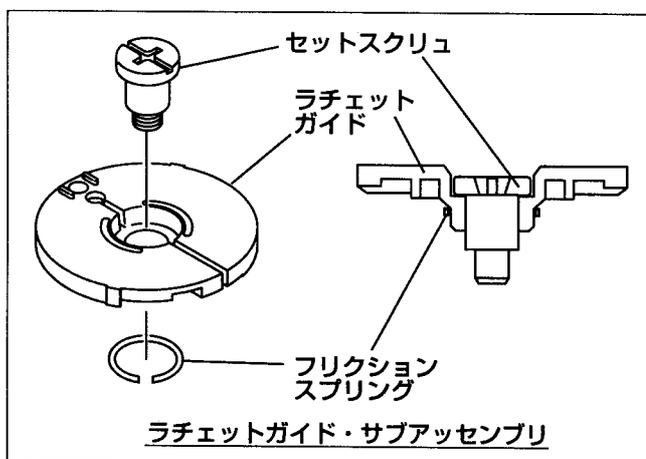

図9-6
-2 ラチェットが動かないように、ラチェットガイド、サブアセンブリを取付けてください。(図9-6)